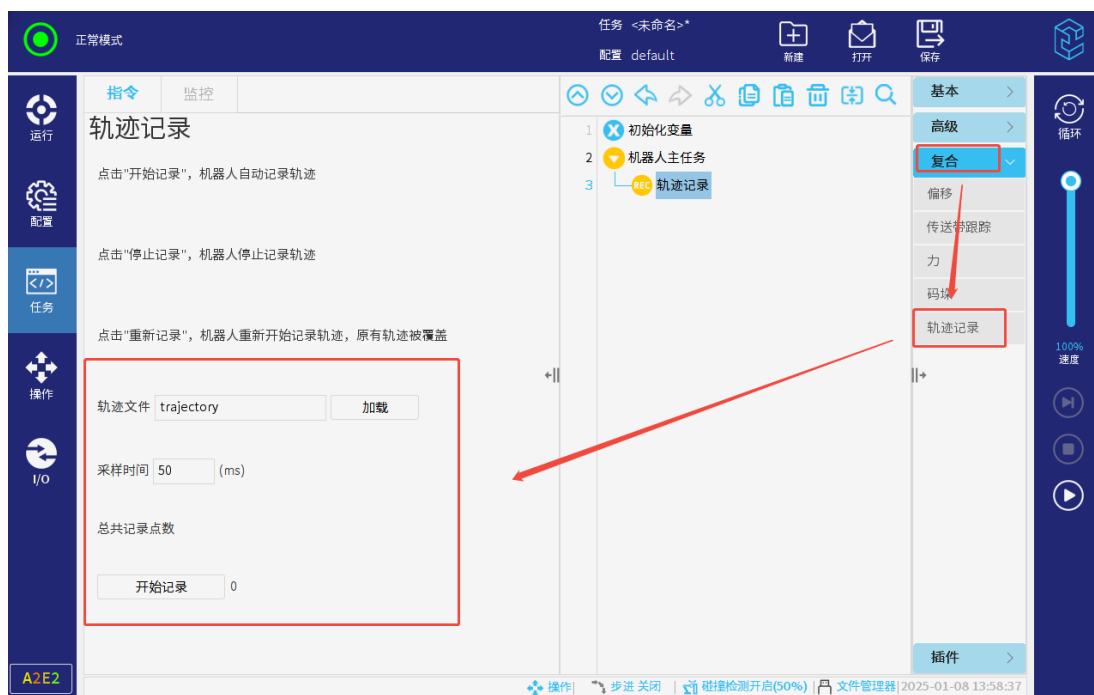

图 3-131: 记录轨迹
4. 点击“重新记录”，机器人重新开始记录轨迹，原有轨迹将被覆盖，如图 3-131 所示。